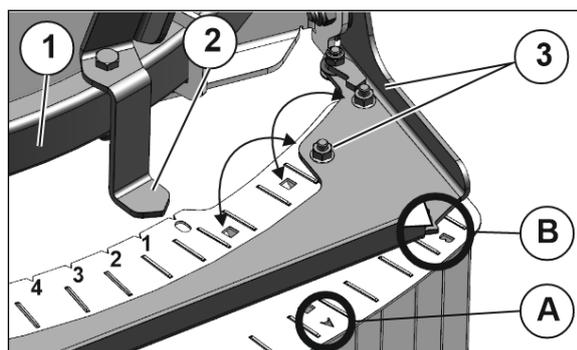

Fig. 60
2. Den Lamellenblock auf den Führungsbügel (Fig. 60/1) soweit verschieben, bis der Zeiger (Fig. 60/2) auf den einzustellenden Wert aus der Streutabelle steht.